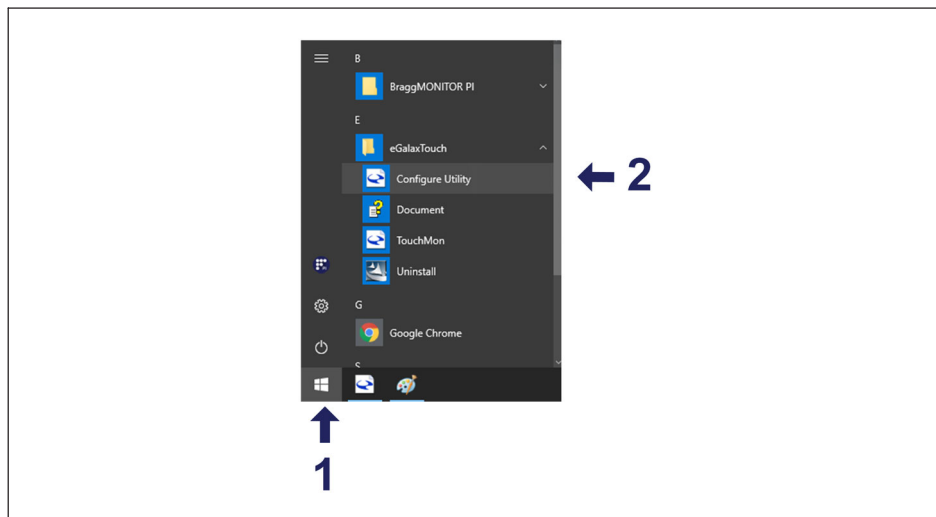

Fig. 3.13 Sélection de eGalaxyTouch
- Sélectionnez le menu de démarrage de Windows (1 sur la Fig. 3.13) et, dans le dossier eGalaxyTouch, sélectionnez **Configure Utility (Configurer l'utilitaire)** (2 sur la Fig. 3.13) ;